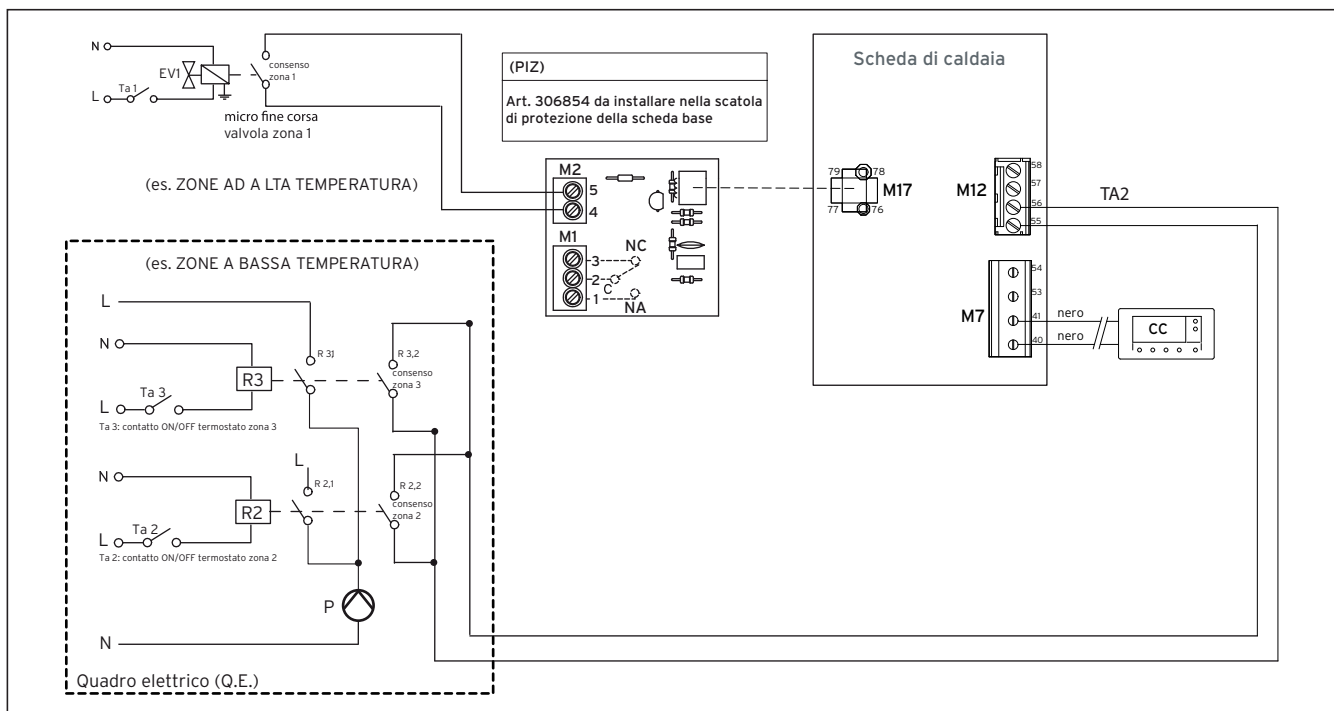
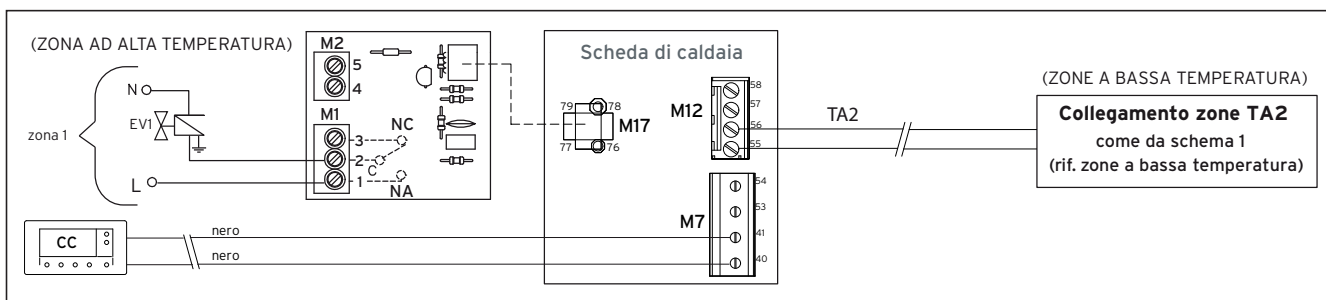

Fig. 4.10 Schema 1 - Il controllo remoto non controlla la temperatura ambiente
Fig. 4.11 Schema 2 - Il controllo remoto controlla la temperatura ambiente
- Se pur per la configurazione rappresentata nello schema 1 (fig. 4.10), il controllo remoto non avrà il compito di controllare in modo diretto la temperatura ambiente del locale dove questo verrà ad essere installato, dovrà comunque essere elettricamente collegato alla scheda di caldaia.
- A differenza di quanto appena visto per lo schema 1 (fig. 4.10), si potrà utilizzare il controllo remoto (fornito in dotazione), per gestire in modo diretto la temperatura ambiente del locale dove questo verrà ad essere installato (solo zona 1), a condizione che si utilizzi l'accessorio Kit multizona art. 306854 (PIZ) come indicato nello schema 2 (fig. 4.11).